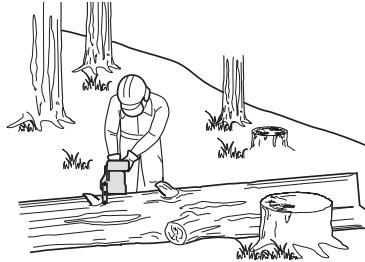

Fig. 35
4. Al cortar en una pendiente, sitúese siempre en el lado más alto del tronco (Fig. 35). Cuando "corte transversalmente", para mantener un control total, libere la presión de corte cerca del final del corte sin aflojar el agarre de los mangos del producto. No deje que la cadena entre en contacto con el suelo. Después de completar el corte, espere a que la cadena de la sierra se detenga antes de mover el producto. Pare siempre el motor antes de pasar de un árbol a otro.